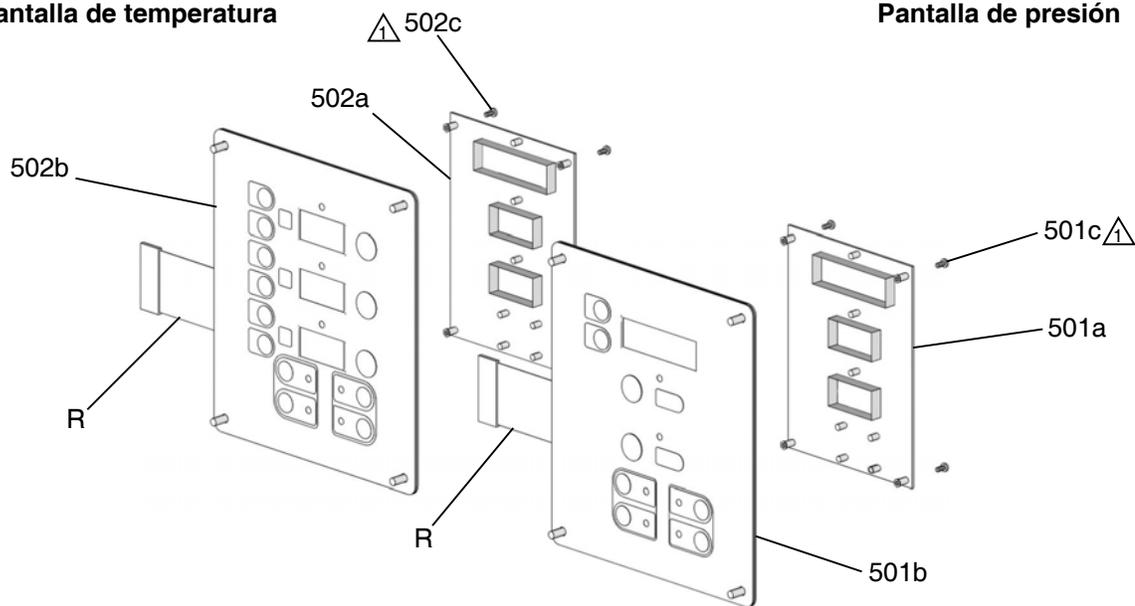

FIG. 11. Módulo de pantalla
5. Desconecte el cable de la pantalla principal (20) en la esquina inferior izquierda del módulo de pantalla; vea la FIG. 11.
6. Retire los tornillos (509, 510) y la cubierta (504); vea la FIG. 11.
7. Desconecte los conectores de cables (506 y 511) de la parte posterior de la pantalla de temperatura (501) o la pantalla de presión (502); vea FIG. 11.
8. Desconecte el (los) cable(s) planos (R) de la parte trasera de la pantalla; vea la FIG. 11.
9. Retire las tuercas (508) y la placa (505).
10. Desmonte la pantalla, consulte los detalles en la FIG. 11.
12. Vuelva a armar en orden inverso, vea la FIG. 11. Aplique sellador de roscas de resistencia media en los puntos indicados. Asegúrese de que el cable de conexión a tierra de la pantalla (G) esté bien sujeto entre el casquillo del cable y la cubierta (504) con los tornillos (512).
5. Retire los tornillos (509, 510) y la tapa (504), FIG. 11.
6. Desconecte los conectores del cable (506) de la parte trasera de la pantalla de visualización de la temperatura (501) y de la presión (502).
7. Retire el botón rojo de parada (506).
8. Vuelva a armar en orden inverso. Asegúrese de que el cable de conexión a tierra de la pantalla (G) esté bien sujeto entre el casquillo del cable y la cubierta (504) con los tornillos (512).